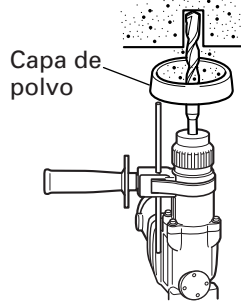
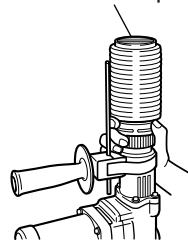

Fig. 3
Fig. 4
7. Cuando instale la copa de polvo o el lector de polvo (B) (Accesorios facultativos) (Fig. 3, Fig. 4)
Emplee la copa de polvo instalando la broca como se muestra en la Fig. 3.
- Instalación del colector de polvo (B)
Para emplear el colector de polvo (B), insértelo desde la punta de la broca alineándolo con la ranura de la empuñadura. (Fig. 4)